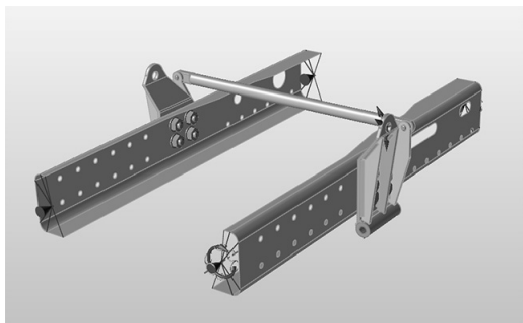

图 16-1
1) 打开安装目录中 Tutorials 文件夹中的 Compare_Analysis_Results.stmod 文件，如图 16-1 所示。